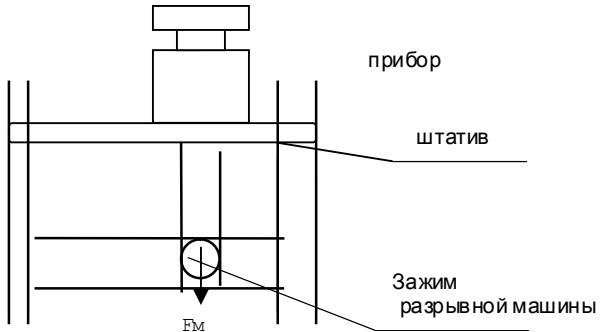

Рисунок 2- Стенд для имитации усилия отрыва
4.6.2 Определение диапазона измерения погрешности прибора выполняют на разрывной машине рисунок 2 следующим образом: